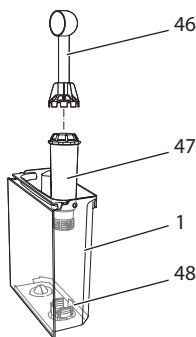

Fig. 25: Skru vannfilter inn og ut
- Fjern vannfilteret når apparatet oppfordrer deg til det (se Fig.25, side 216).